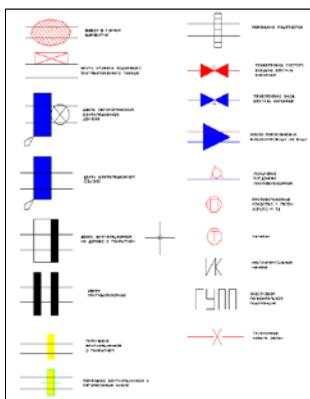

Рис. 4.2. Векторный набор условных обозначений.
- Создан векторный набор условных обозначений объектов. Любой элемент набора, при необходимости, может быть привязан к выделенной точке выработки или к выработке в целом (рис. 4.2).